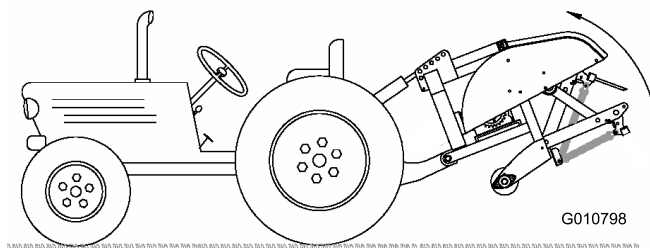

Figure 11
2. Relevez complètement l'aérateur et rétractez complètement le vérin du bras de liaison hydraulique supérieur ou la bielle supérieure (Figure 11).